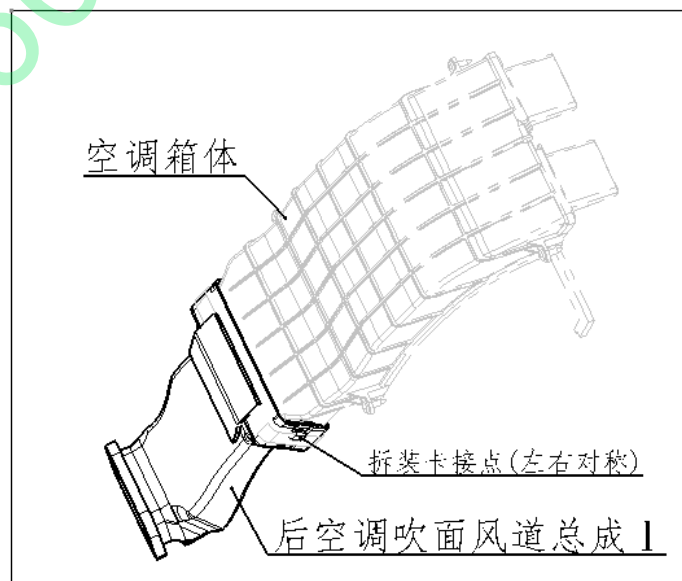

图 1.6.15 后空调吹面风道总成（I）
(1) 在保证后“空调吹面风道总成 II”预先拆卸完成后，通过一字型螺丝刀或者硬质平口撬杠将后空调吹面风道总成 II 从空调箱体对接口两端的挂耳拆装卡接点撬开取出。如图1.6.15所示；
(2) 安装与拆卸顺序相反